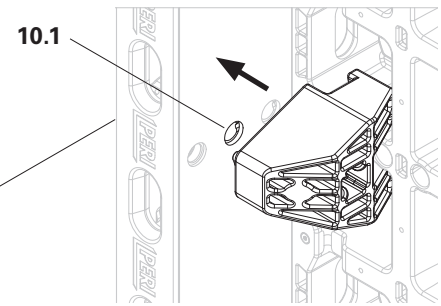

Fig. B5.15a
3. Insérez le connecteur d'angle DUO (23.1) dans l'entretoise de cadre du panneau. (Fig. B5.15a)